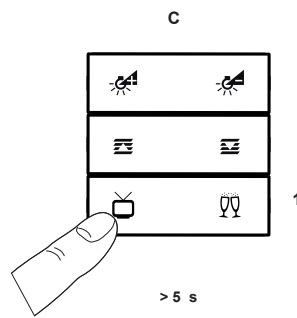

Bild 35: Spara nya scenparametrar
- Håll knappen för "Scen TV" intryck mer än 5 s (Bild 35, C-1)
Det går dessutom att generera ännu en definierad reaktion för manövrering av enkelknappen (körning samt körning framåt, bakåt, se bild 35 och 36) och manövrering av vippströmställaren (räkna upp/ned samt räkna ned/upp, se bild 33 och 34) för hämtning av värdena.